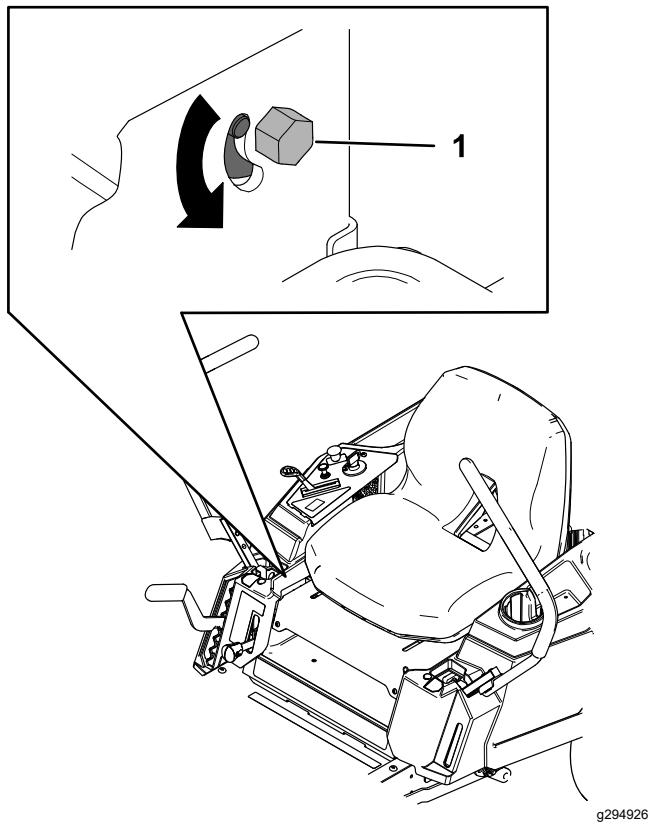

Bild 55
3. Suchen Sie die Einstellschraube für den Spurlauf in der Nähe des Fahrantriebshebels auf der Seite, die eingestellt werden muss (Bild 55).